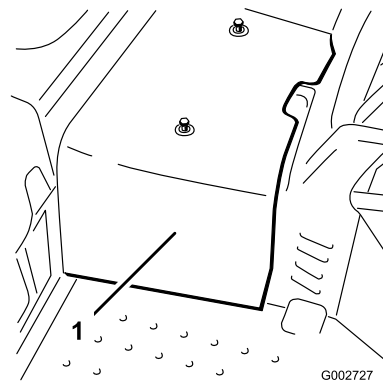

图 40
2. 拧掉将中央护罩固定到机器的 2 个螺丝然后取下护罩图 40。